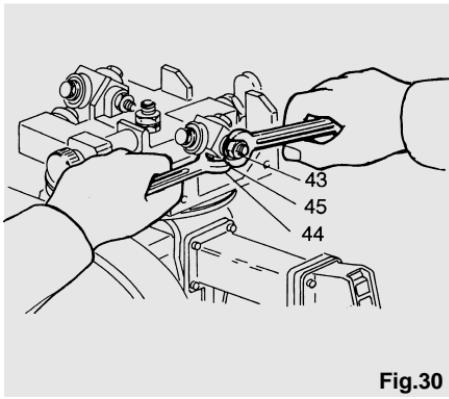

Fig.30
El juego del carro en el deslizamiento sobre las guías se quita durante la prueba. En caso de que, por motivos de transporte o por efecto del uso surgieran unos juegos, efectuar la eliminación de los mismos como se indica a continuación (ver fig. 30): aflojar la tuerca (43) con la llave suministrada junto con la máquina y efectuar el ajuste actuando sobre el tornillo (44) después de aflojar la contratuerca (45).